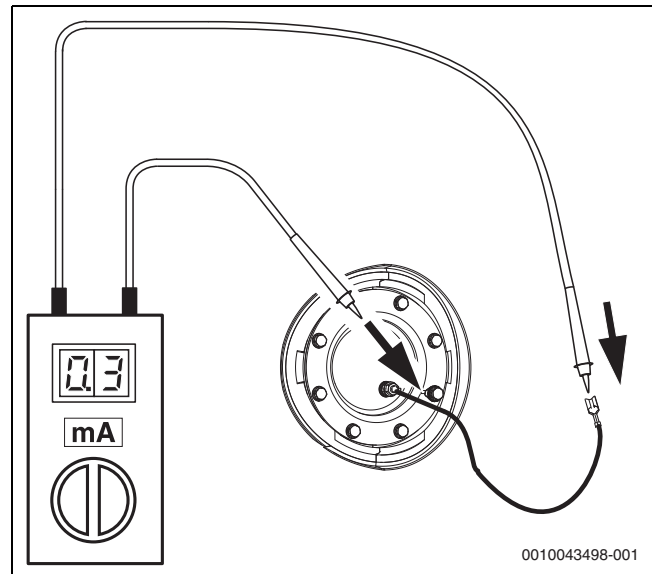

Bild 45
Bei isoliert montierten Magnesiumanoden zusätzlich möglichst jährlich den Schutzstrom mit dem Anodenprüfer messen (→, Abb. 45). Der Anodenprüfer ist als Zubehör erhältlich.
- ▶ Übergangswiderstand zwischen dem Schutzleiteranschluss und der Magnesium-Anode prüfen. Wenn der Anodenstrom < 0,3 mA beträgt, Magnesiumanode austauschen (→ Abb. 45).